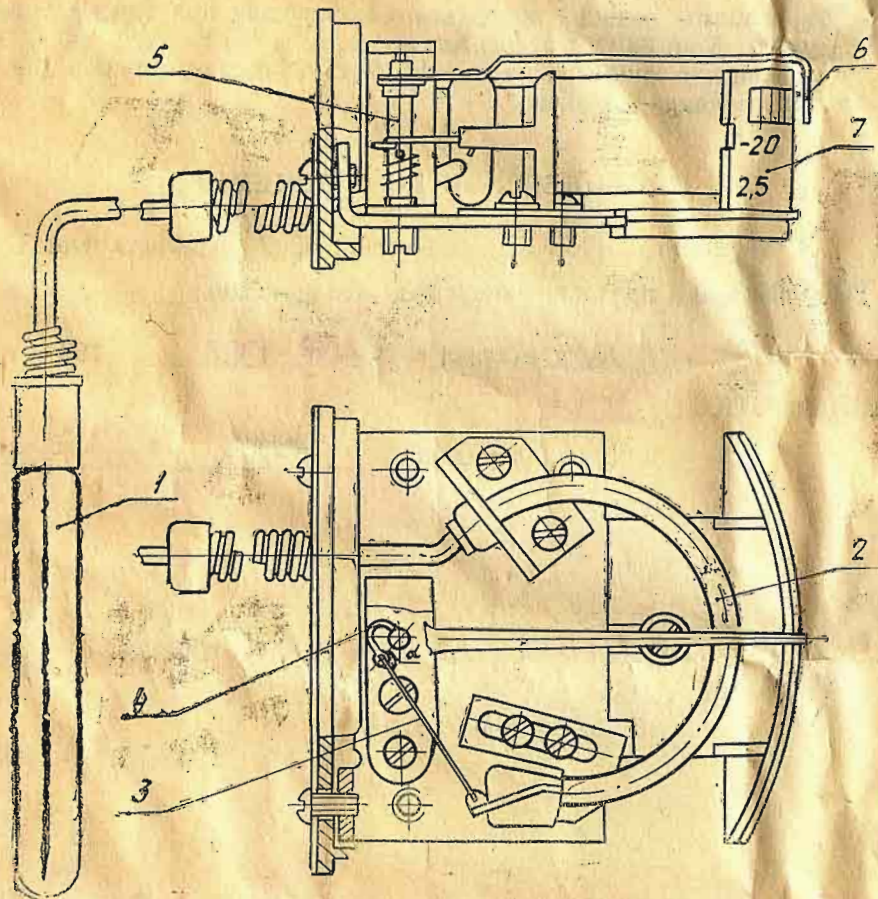

Рис. 1.
4.1. Работа термометра основана на зависимости давления заполнителя термосистемы от температуры измеряемой среды. Изменение температуры контролируемой среды воспринимается заполнителем термосистемы через термобаллон 1 (рис. 1) и преобразуется в изменение давления, под действием которого манометрическая трубчатая пружина 2 через тягу 3 и поводок 4 поворачивает ось 5, а вместе с ней и стрелку 6 относительно циферблата 7, по шкале которого производится отсчет измеряемой температуры.